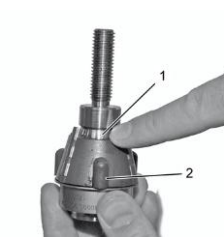

Fig. 31
4. Lubrifiez la bague sur l'axe fixe [Fig. 31/1].
5. Insérez l'axe fixe [Fig. 32/1] dans le corps de base. Ce faisant, veillez à ce que les éléments de guidage [Fig. 31/2] sur l'axe fixe se trouvent dans les trous entre les segments.